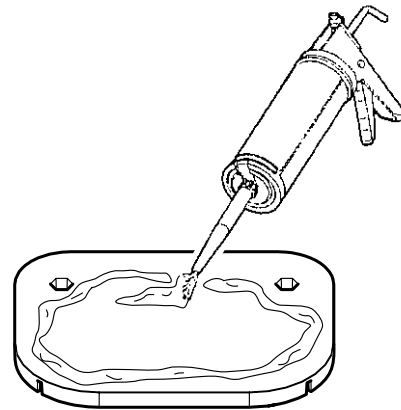

Fig. 7
4. Dichtungsmasse wie SIKAFLEX®252 oder Ähnliches auf den Platten anbringen (**Fig. 7**).